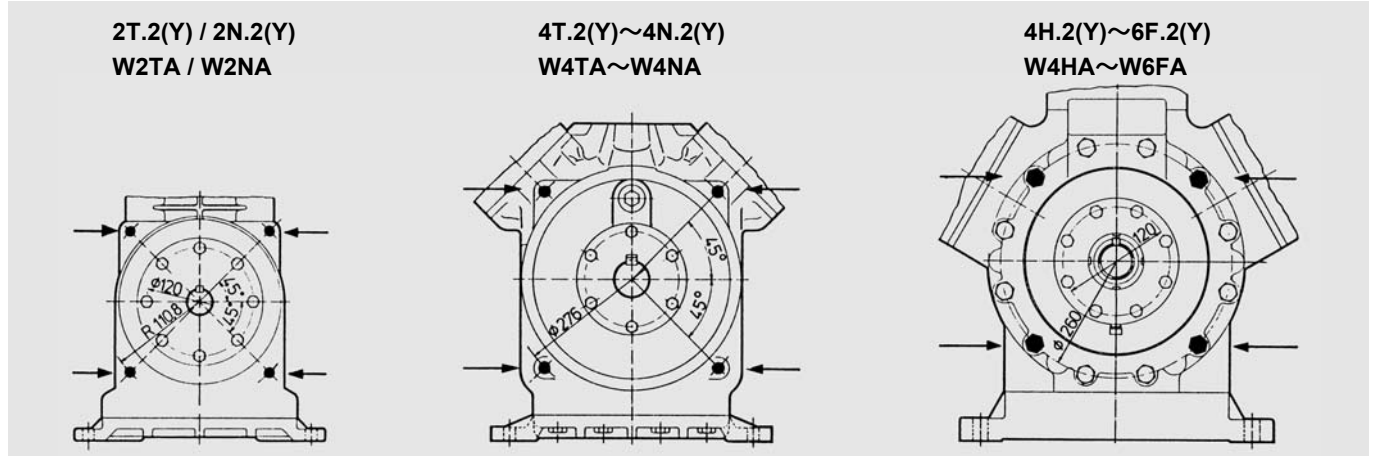

図 5 カップリングハウジングの固定位置
- 2) **カップリングハウジングを圧縮機に固定します** (図 5 参照)
圧縮機から六角ねじを取り外します。(図 5 参照)